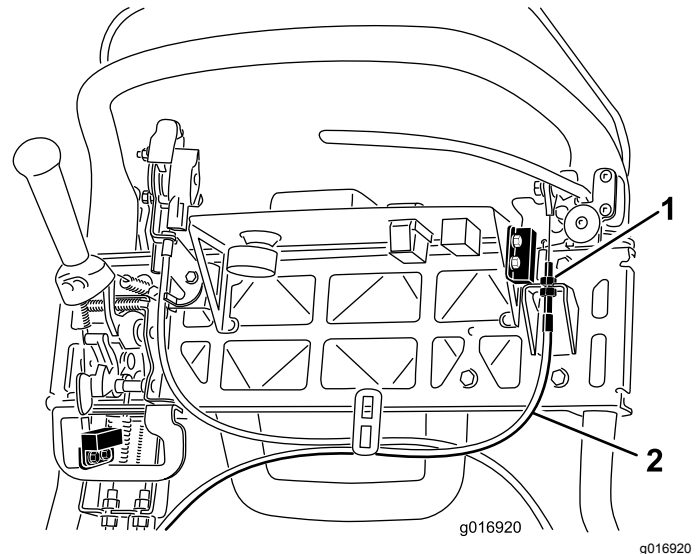

Bild 44
- Lösen Sie zum Erhöhen der Kabelspannung die obere Kabelklemmmutter und ziehen die untere an (Bild 44), bis eine Kraft von 156 N zum Lösen des Feststellbremsriegels auf den Bremshebel aufgebracht werden muss. Stellen Sie die Bremse nicht zu fest ein, da das Bremsband sonst schleifen könnte.